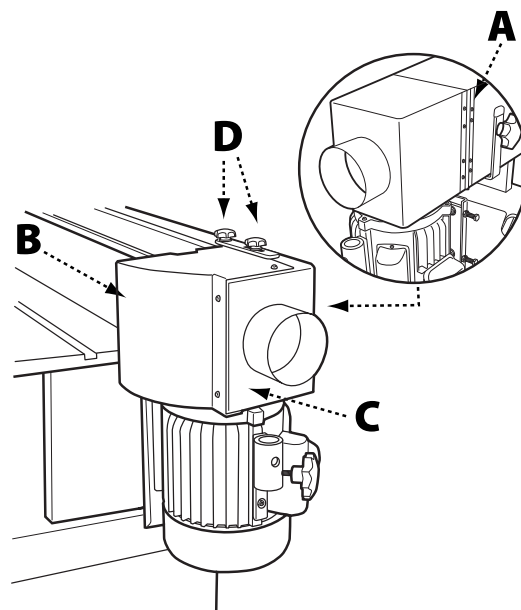

FIGURA 6
1. Coloque un lado del conjunto de bisagras (A) a la protección de banda posterior usando cuatro tornillos Phillips.
2. Coloque el protector del tambor (B) sobre la descarga de polvo (C) como se muestra en la Figura 6.
5. Coloque una arandela plana de 12mm en cada una de las dos perillas de bloqueo de 12mm (D) e inserte una perilla de bloqueo por la ranura en la placa de conexión y la otra por el agujero en la placa de conexión.